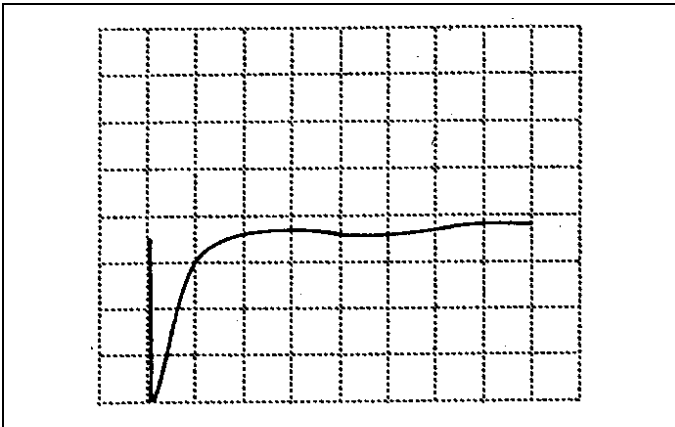

Fig. 9.1
- Versuchsdurchführungen mit Oszilloskop (Fig. 7): Betriebsartschalter (3.1) auf ∞ stellen: Die Beschleunigungsspannung U_2 wird automatisch mit einem Sägezahnverlauf auf jeweils maximal 30 V bzw. 80 V gefahren. Auf dem Bildschirm läßt sich ein Verlauf gemäß Fig. 9.1 beobachten
- Experiments with oscilloscope (Fig. 7): Set mode switch (3.1) to ∞ : The acceleration voltage U_2 is automatically run up to 30 V resp. 80 V in a sawtooth signal. On the oscilloscope screen, you can observe a curve like the one shown in Fig. 9.1.